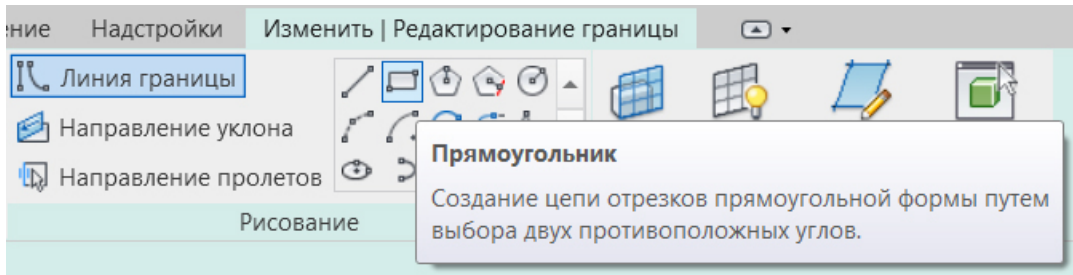
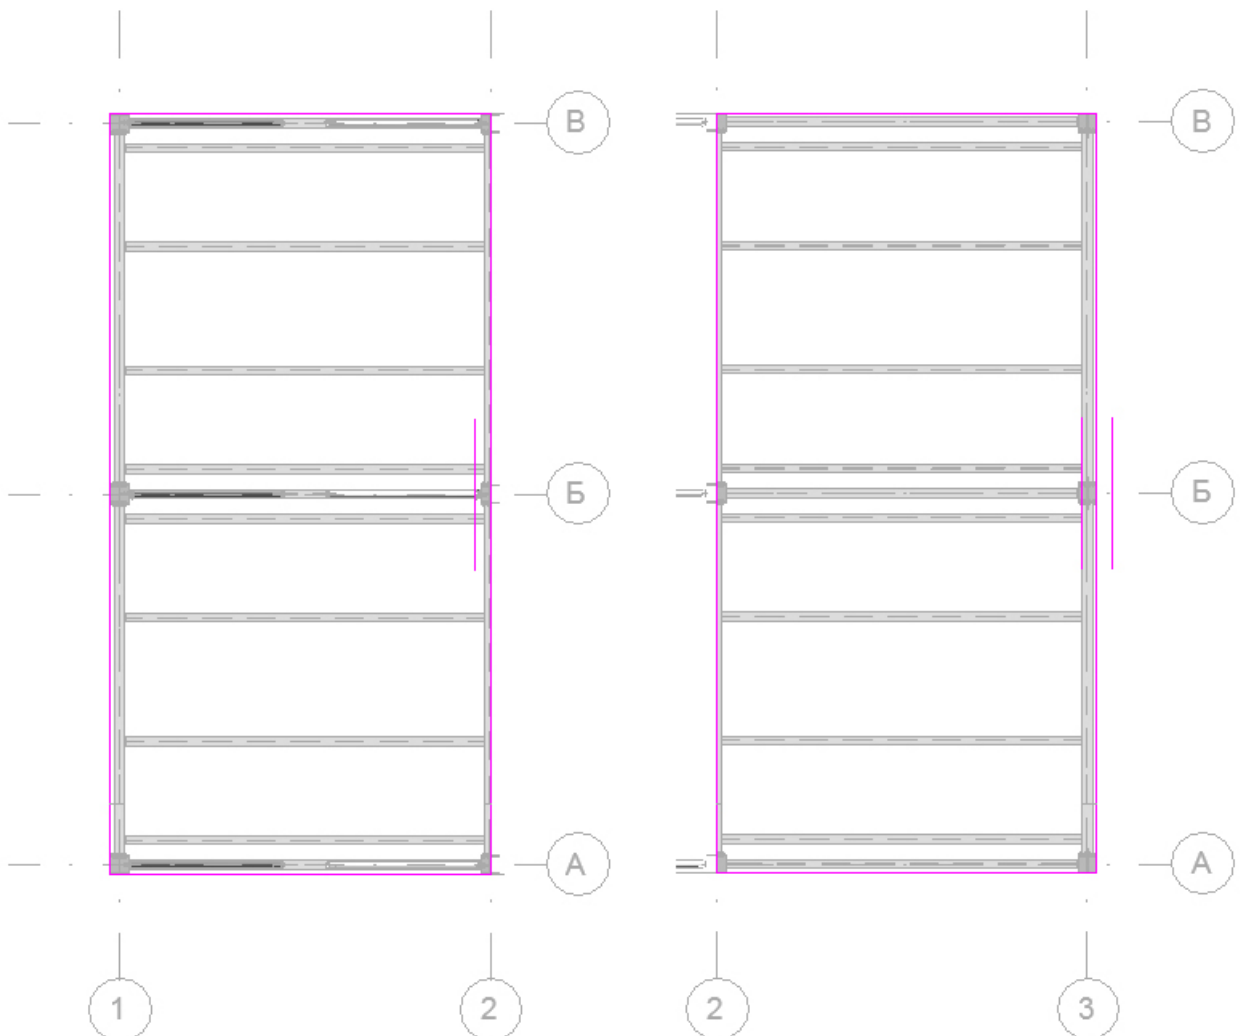

Рис. 9.5
Рис. 9.6
5. Серед з'явившихся на стрічці кнопок у розділі *Рисование* обираємо кнопку *Прямоугольник* (рис. 9.5) і наводимо два прямокутних контури плит, перший між осями 1-2, в осях А-В, другий між осями 2-3, в осях А-В, як
показано на рис. 9.6. По завершенню утворення контуру кожної нової плити натискаємо кнопку виходу з режиму редагування .
4. Серед з'явившихся на стрічці кнопок у розділі *Рисование* обираємо кнопку *Прямоугольник* (рис. 9.5) і наводимо два прямокутних контуру плити, перший між осями 1-2, в осях А-В, другий між осями 2-3, в осях А-В, як показано на рис. 9.6. По завершенню утворення контуру кожної нової плити натискаємо кнопку виходу з режиму редагування .